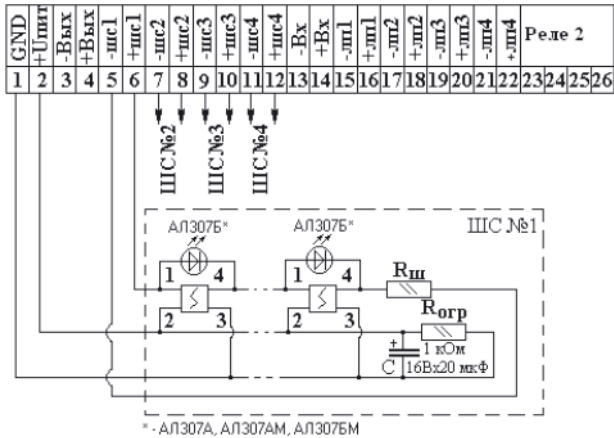

Рис. 6. Схема подключения прибора при использовании дымовых ПИ с нормально замкнутыми контактами (типа ИПД 3.2) по четырёхпроводной схеме соединения
7.4 Подключить прибор к шлейфам сигнализации в соответствии со схемой, приведенной на рис. 5 или рис. 6 (в зависимости от типа используемых ПИ).